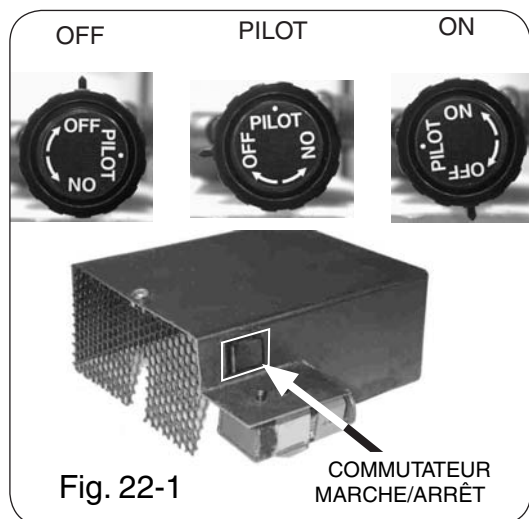

Fig. 22-1
1. Tournez le bouton de commande de brûleur (Fig. 22-1) de la soupape de commande de brûleur du côté de la casserole de brûleur dans le sens contraire des aiguilles d'une montre de sorte que le texte sur le dessus du bouton change d'**OFF** en le **PILOT** (seulement le gaz pilote coulera quand le bouton est enfoncé).
Si vous ne projetez pas sur utiliser votre brûleur à casserole pendant une période prolongée vous pouvez choisir de vous éteindre le pilote. Pour faire ceci, tournez le bouton de commande de brûleur jusqu'à la position de **OFF** (Fig. 22-1).